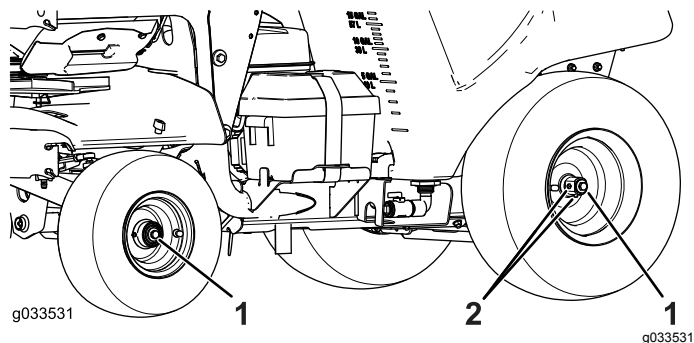

Figure 79
1. Serrez les 4 boulons d'essieu des roues avant et arrière (Figure 79) à 48 N·m (35 pi-lb).